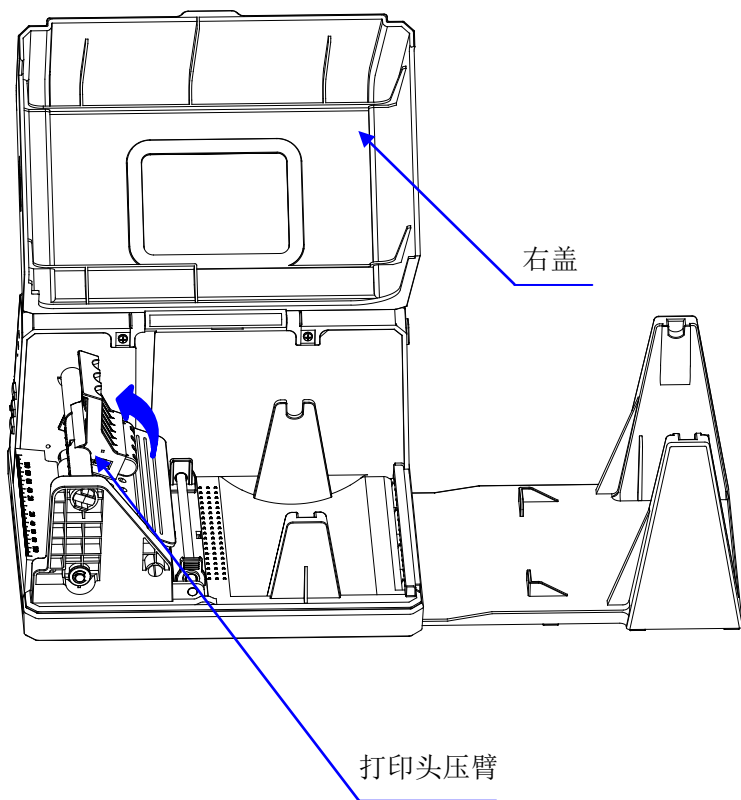

图 5-13
2. 打开右盖 (图 5-13);
3. 抬起打印头压臂(图 5-13);